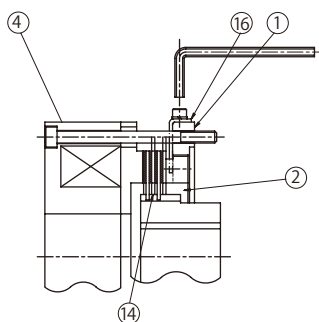

図 8-19
- (1) P91 の手順でブレーキを手動解放します。
- (2) センターリング①外周上にあるストッパー⑬をゆるめ、抜き取ります。ギャップ調整ネジ②がフリーになります。(図 8-19 参照)